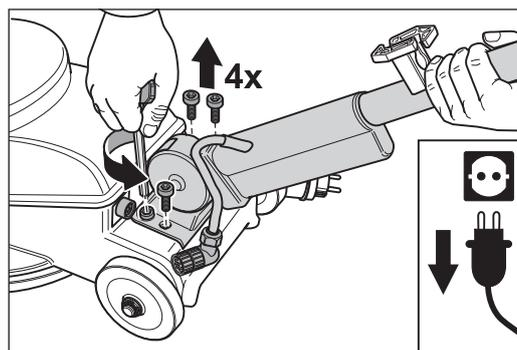

Abb. 30 Abschrauben des Stieles.
- 6 Lösen Sie mit einem Innensechskantschlüssel die vier Befestigungsschrauben des Stielfußes. Halten Sie dabei den Stiel mit einer Hand fest (Abb. 30).